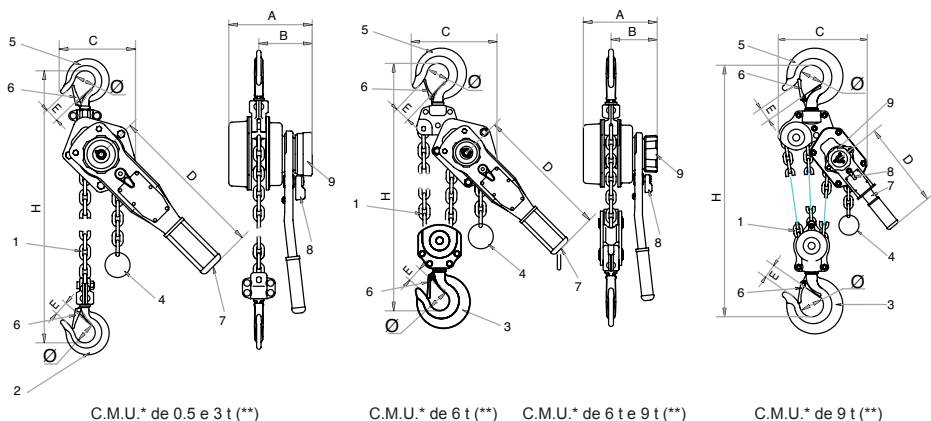
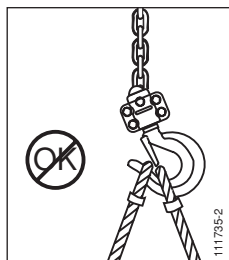

Fig. 1
Fig. 2
A talha bravo™ é fornecida equipada com uma corrente de elevação (item 1, fig. 1) com uma altura standard de elevação de 1.50 m. A corrente de elevação dos modelos 0.5 t a 3 t é constituída por um único troço tendo na extremidade um gancho de elevação (item 2, fig. 1). A corrente de elevação (item 1 fig. 1) do modelo 6 t é constituída por 2 cabos e um gancho de elevação de roldana (item 3, fig. 1). A corrente de elevação
(item 1, fig. 1) do modelo 9 t, é constituída por 3 cabos e um gancho de elevação de roldana (item 3, fig. 1).
A extremidade livre da corrente está equipada com um batente de fim de curso inferior (item 4, fig. 1).
1. Verificar se a talha bravo™ está correctamente suspensa no gancho de suspensão (item 5, fig. 1) e se o linguete de segurança do gancho (item 6, fig. 1) está bem fechado (ver fig. 2 e 3).
1. Se o acessório de fixação da carga assenta no fundo do gancho e não impede o fecho do linguete de segurança (ver fig. 2 e 3).
A talha bravo™ é manobrada por meio de uma alavanca (item 7, fig. 1), accionada pelo operador em movimento de vaivém para elevar ou descer uma carga, puxar ou aplicar uma tensão.
2. Colocar o manípulo do selector (item 8, fig. 1) de movimento na posição neutro "0".
3. Sem carga, fazer rodar o volante (item 9, fig. 1) no sentido contrário dos ponteiros de um relógio para abrir o travão. A corrente fica livre.